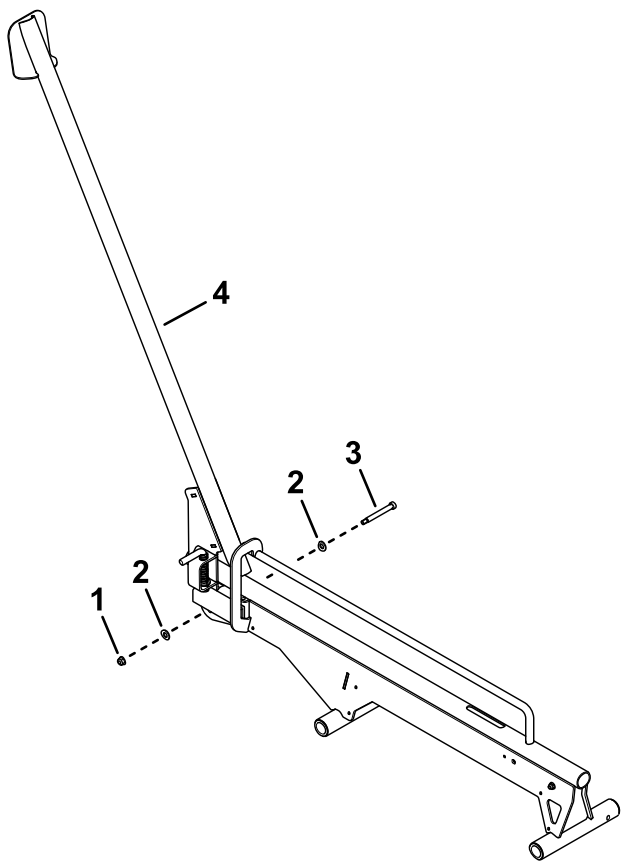

**Figura 5**
7. Conecte el muelle al tope de la rueda y el perno dentro del conjunto del raíl (Figura 5).